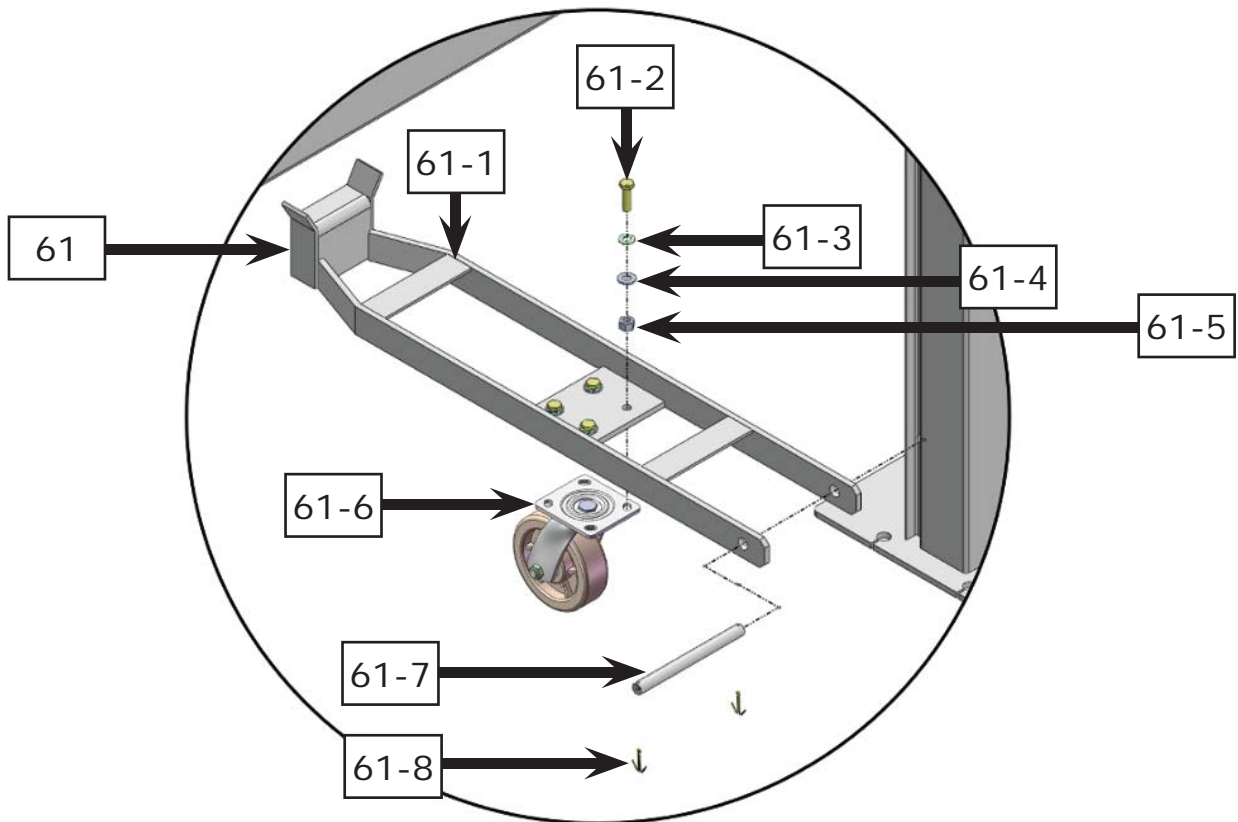

Fig. 27
1. Install optional caster kits (See Fig. 27)